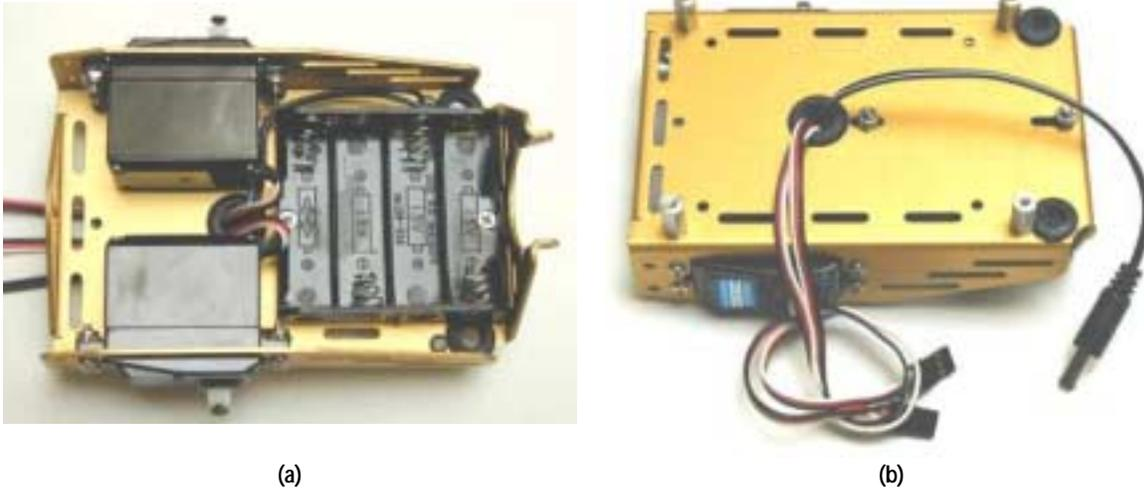

Figura 1.27: (a) Porta pilas instalado, (b) forma de pasar los cables.
La Figura 1.27 muestra el chasis del Boe-Bot con el porta pilas montado visto (a) desde abajo y (b) desde arriba.
- ❑ Use los tornillos cabeza plana y las tuercas para colocar el porta pilas en la parte inferior del chasis del Boe-Bot como se muestra en la Figura 1.27 (a). Asegúrese de insertar los tornillos en el porta pilas y luego colocar y apretar las tuercas en la cara superior del chasis.
- ❑ Acomode los cables de los servos y de alimentación como se muestra en la Figura 1.27 (b). El cable de alimentación debe salir hacia el frente del Boe-Bot entre los separadores y los cables de los servos entre los separadores del costado izquierdo del chasis.